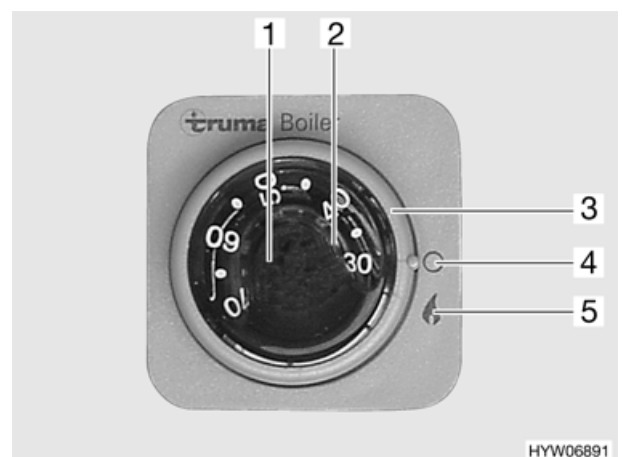

Fig. 81 Interruttore di comando per boiler
- Accendere il boiler agendo sull'interruttore girevole (Fig. 81,3) posizionandolo su "🔥" (Fig. 81,5). La luce spia verde "Funzionamento" illumina la manopola (Fig. 81,1). In caso di guasto si accende la luce spia rossa (Fig. 81,2) (vedi capitolo 14).
- Impostare con la manopola (Fig. 81,1) la temperatura desiderata dell'acqua.
- Ruotare l'interruttore girevole (Fig. 81,3) su "O" (Fig. 81,4).
In caso di guasto si accende la luce spia rossa (Fig. 81,2) (vedi capitolo 14).
- Spegner il boiler. Ruotare del tutto a sinistra la manopola (Fig. 81,1).